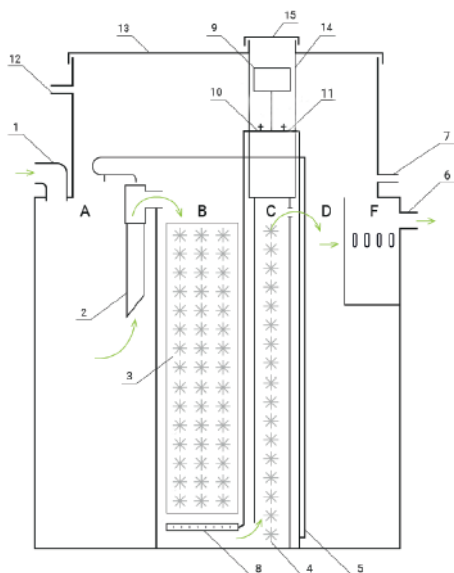

Рисунок 2. Общая схема камер станции
Работа станции заключается в многоступенчатой системе очистки сточных вод. В основе работы лежит механическая, аэробная и анаэробная системы. Сточные воды поступают в станцию через отверстие (1 рис. 2, 3) и попадают в приемную (септическую) камеру (А рис. 2, 3). В приемной камере происходит отстаивание стоков.
Затем стоки поступают в биореактор аэробный (рис. 2, 3) через переливной фильтр (2 рис. 2, 3). В биореакторе аэробном происходит процесс окисления сточных вод микроорганизмами, закрепившимися на ершовой загрузке (3 рис. 2, 3). Из аэробного биореактора вода с илом поступает в анаэробный отсек-денитрификатор где проходит доочистку от нитратов.
Пройдя механическую, аэробную и анаэробную очистку, стоки поступают во вторичный отстойник (D рис. 2, 3), в котором происходит разделение иловой смеси. При разделении активный ил оседает на дне камеры. Часть его перемещается аэролифтом (5 рис. 2, 3) в приемную камеру.
Из вторичного отстойника очищенные стоки поступают в третичный отстойник (F рис. 2, 3). Из третичного отстойника очищенная вода отводится в дренажную систему или водоток. В зависимости от принципа отведения, самотечный или принудительный, у станции имеются: вывод самотечный (6 рис. 2, 3) и принудительный (7 рис. 2).
Горловина станции оснащена крышкой (13 рис. 2), с вентиляционным грибом (15 рис. 2).
Отводящий трубопровод проложить аналогично подводящему трубопроводу, с уклоном от станции. Если сброс принудительный, то необходимо установить дренажный насос, соединив его с принудительным выводом (7 рис. 2), заглушив самотечный (6 рис. 2, 3), электричество, для питания дренажного насоса, подводит-ся через ввод электрического кабеля (12 рис. 2).
При размещении компрессора в корпусе станции электрический кабель ввести через патрубок (12 рис. 2).
- заполнить камеры В, С, D станции водой до уровня выхода (6 рис. 2);
- вентиль аэратора (10 рис. 2) открыть до положения, при котором наблюдается среднее бурление воды;
- вентиль аэролифта (11 рис. 2) открыть до положения, при котором расход воды аэролифта составляет не более 1 литра в минуту.
Не допускается слишком активное и/или незначительное бурление в камере (В рис. 2, 3), т.к. нарушается оптимальный режим жизнедеятельности аэробных бактерий, из-за избытка или недостатка кислорода.
При повышенной нагрузке, избыточный ил, накапливающийся во вторичном отстойнике (D рис. 2, 3) рекомендуется (раз в 6 месяцев) перекачивать в приемную камеру (A рис. 2, 3) с помощью системы аэролифта (5 рис. 2, 3) до светлой воды.
Для этого необходимо открыть вентиль аэролифта (11 рис. 2) полностью, а вентиль (10 рис. 2) системы аэрации закрыть, после перекачки вернуть краны в исходное положение.